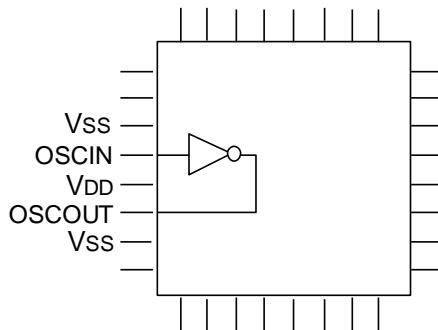

図 7-4 クリティカル信号配置例 2
- ② 発振回路の入出力端子 (OSCIN、OSCOUT) はお互い近くに配置し、電源端子 (V_{DD}、V_{SS}) で挟んで下さい。また、発振回路と同期する出力端子を近くに配置しないで下さい。（図 7-4）